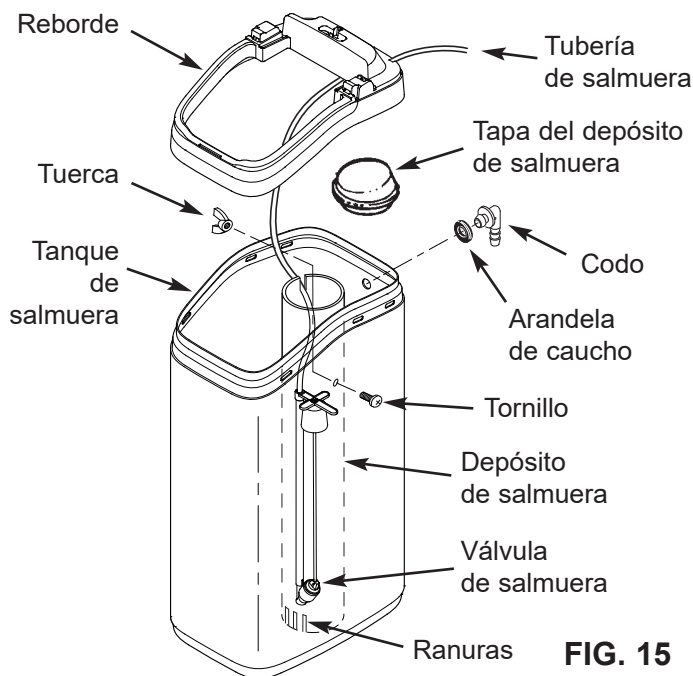

FIG. 15
- Vuelva a encajar a presión el reborde en el tanque de salmuera. (Vea la Fig. 15).
- Baje la válvula de salmuera para introducirla en el depósito. Introduzca la tubería en la ranura superior del depósito de salmuera (Fig. 15) y hágala salir por el orificio en la parte posterior del reborde.